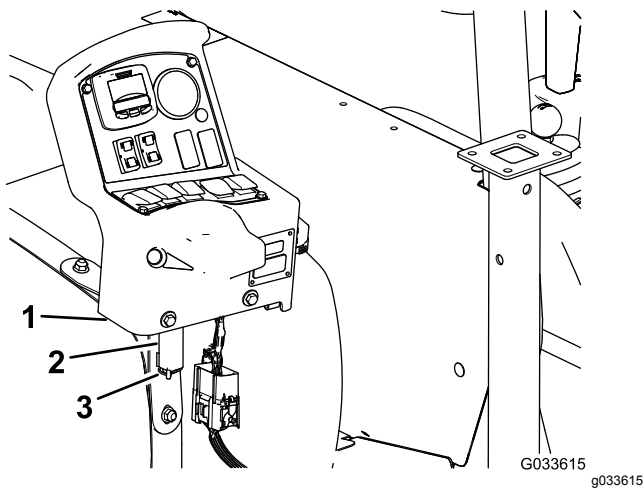

Figura 117
7. Rimuovete il quadro di comando dalla staffa di montaggio di comando sul cruscotto della macchina e allineate il perno di articolazione sul quadro di comando con la staffa d'immagazzinamento sulla fascetta del serbatoio anteriore (Figura 117); fate riferimento a 9 Installazione del quadro di comando sulla macchina \(pagina 24\).
8. Montate il quadro sulla staffa e fissate il perno di articolazione alla staffa con la coppiglia (Figura 117).